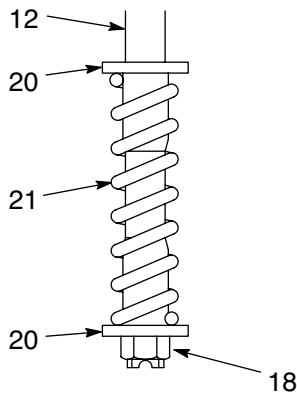

Рис. 9
8. Осмотрите пружину (21) на наличие следов износа или повреждений. Если она изношена или повреждена, снимите гайку (18), пружину (21) и фиксаторы (20) с блокировочного штока (12). Соберите узел повторно, установив фиксаторы (20) на концы новой пружины (21). Навинтите гайку на шток до конца резьбы так, чтобы он уперся в заплечик штока (Рис. 9).